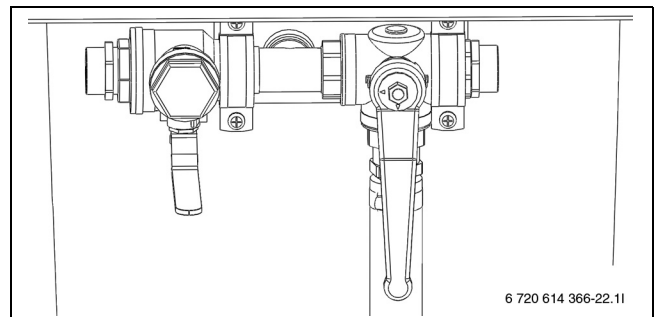

Bild 19 Befüllstation in Mischposition
- ▶ Ventile der Befüllstation auf Mischposition stellen (→ Abb. 19).